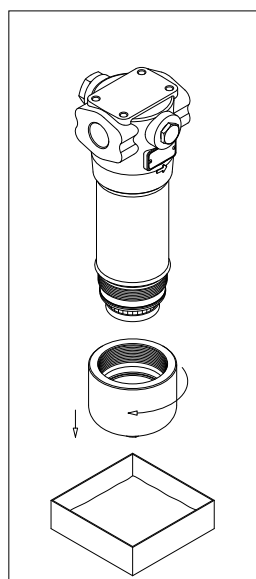

fig. 9
- (Fig. 9) Svitare il coperchio contenitore predisponendo un recipiente per la raccolta del fluido di lavoro